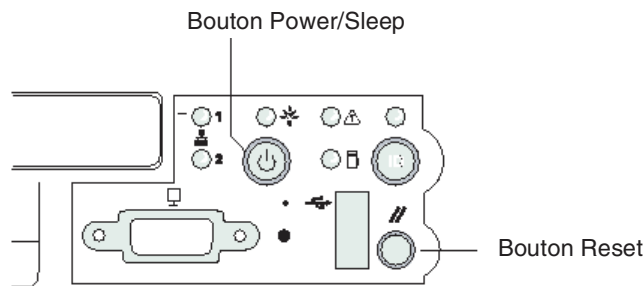

FIGURE 2-25 Emplacement des boutons Power et Reset sur le serveur Sun Fire V60x
- a. **Appuyez sur le bouton Reset du nœud (voir FIGURE 2-25).**